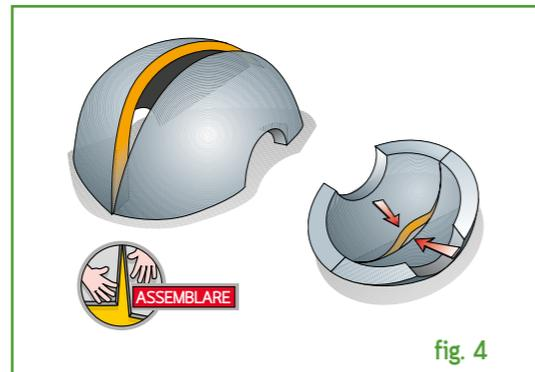

fig. 4
4) Una volta asciugata la colla, congiungere le due sagome piane iniziando l'incollaggio dalle estremità, assicurandosi che anche sul rovescio l'unione risulti perfetta. (fig 4)